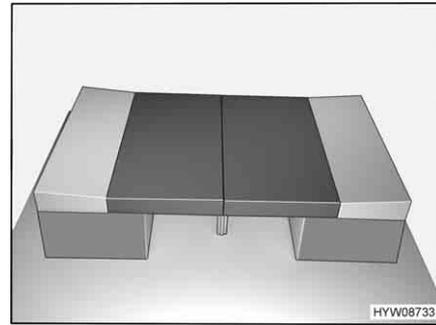

Bild 95 Nach dem Umbau
- Die Rückenpolster zwischen die Sitzpolster und die Wand legen (siehe Bild 95).